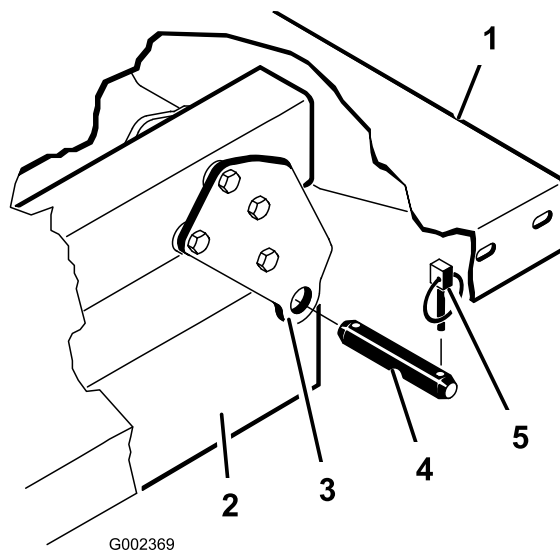

Figura 4
3. Rimuovete i perni con testa che fissano le estremità dell'asta del cilindro alle piastre di fissaggio del pianale, premendoli verso l'interno (Figura 4).
4. Rimuovete gli acciarini ed i perni con testa che fissano le staffe orientabili ai profilati del telaio (Figura 4)